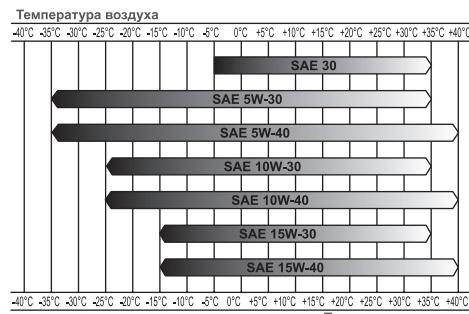

Рис. 9 Определение вязкости масла
*Нельзя применять масло для двухтактных двигателей. Рекомендуется применять моторное масло для четырехтактного бензинового двигателя категории SL и выше по системе классификации API. Вязкость масла по классификации SAE выбирается в зависимости от температуры окружающего воздуха, при которой будет работать двигатель. При выборе вязкости масла пользуйтесь таблицей, показанной на Рис. 9.*